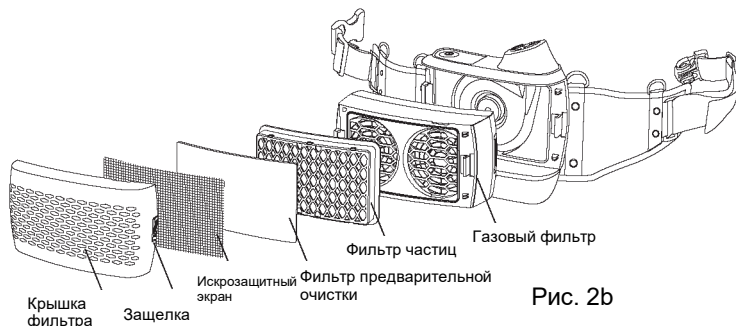

Рис. 2b
- Установите фильтр для улавливания частиц и газовый фильтр согласно Рис. 2b.